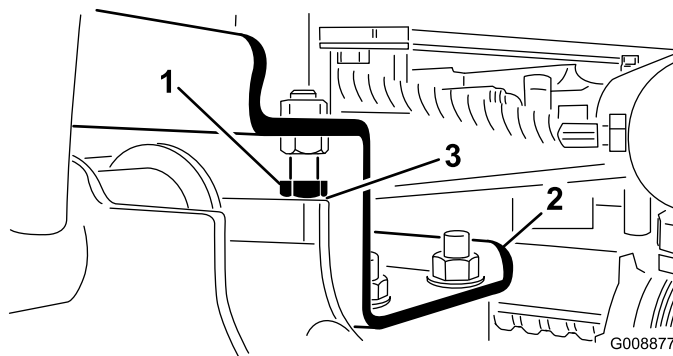

Figura 23
- A. Afloje los pernos de bloqueo y ajuste el cilindro para obtener la holgura necesaria (Figura 23).
2. Compruebe que la holgura entre cada brazo de elevación y el perno de tope es de 0,005 a 0,040 pulgadas (0,13–1,02 mm) (Figura 23).